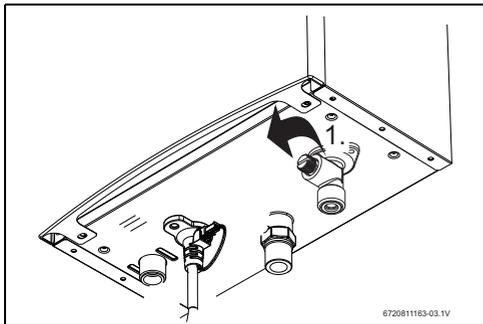

Fig. 8 Parafuso de purga
- ▶ O aparelho não deverá ser instalado em locais cuja temperatura ambiente possa ser inferior a 0 °C. Caso exista o risco de congelamento, desligar e purgar o aparelho (→Fig. 8).